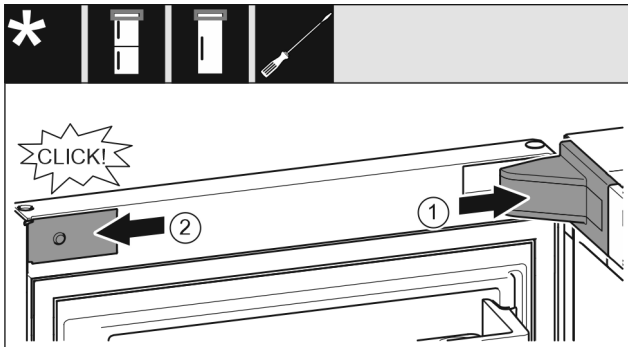

Fig. 22
- ▶ Aseta laakeripukin suojus paikoilleen, anna sen lukittua ja paina osia tarvittaessa varovasti erilleen toisistaan. Fig. 22 (1)
- ▶ Aseta paneeli sivuttain kohdalleen ja lukitse se paikoilleen. Fig. 22 (2)